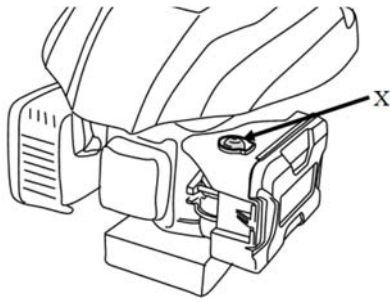

Fig.14-1
Pressione a bolha de combustível (X) (se presente) com força 3 vezes (Fig.14-1)